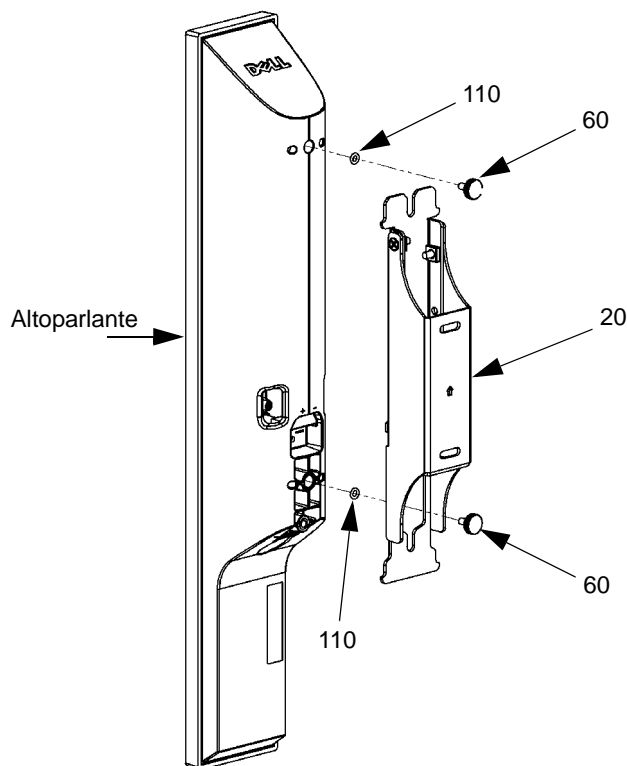

Figura 14. Installare l'altoparlante mediante le due viti ad alette
1. Installare due viti ad alette (50) e due guarnizioni (110) nei fori filettati sull'altoparlante. Non serrare le viti ad alette a questo punto (figura 14).